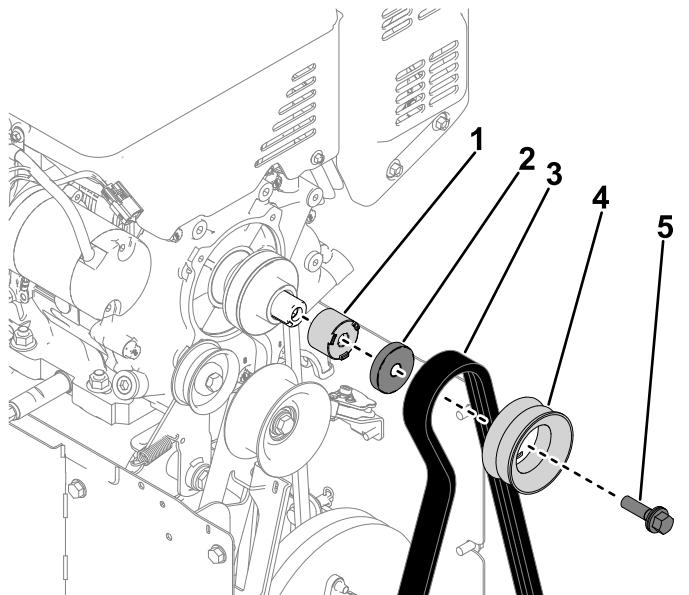

Figura 7
2. Retire el perno de la cuchilla (7/16" x 1 $\frac{3}{4}$ ") que fija la polea del impulsor al cigüeñal. Retire la polea, la correa del sifín, la sujeción de la polea y la polea del espaciador del cigüeñal (Figura 7).